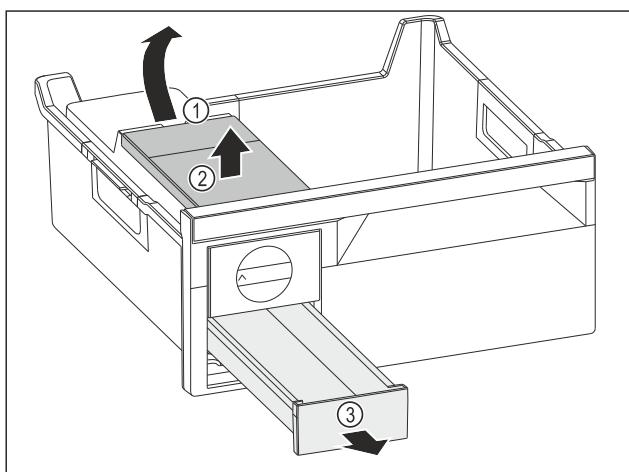

Fig. 135
- Odobratiť nádržky na vodu: Nádržku na vodu nadvihnite za vybranie Fig. 135 (1).
- Nádržku na vodu Fig. 135 (2) odoberte smerom nahor.
- Zásuvku na kocky ľadu Fig. 135 (3) odoberte smerom nahor.